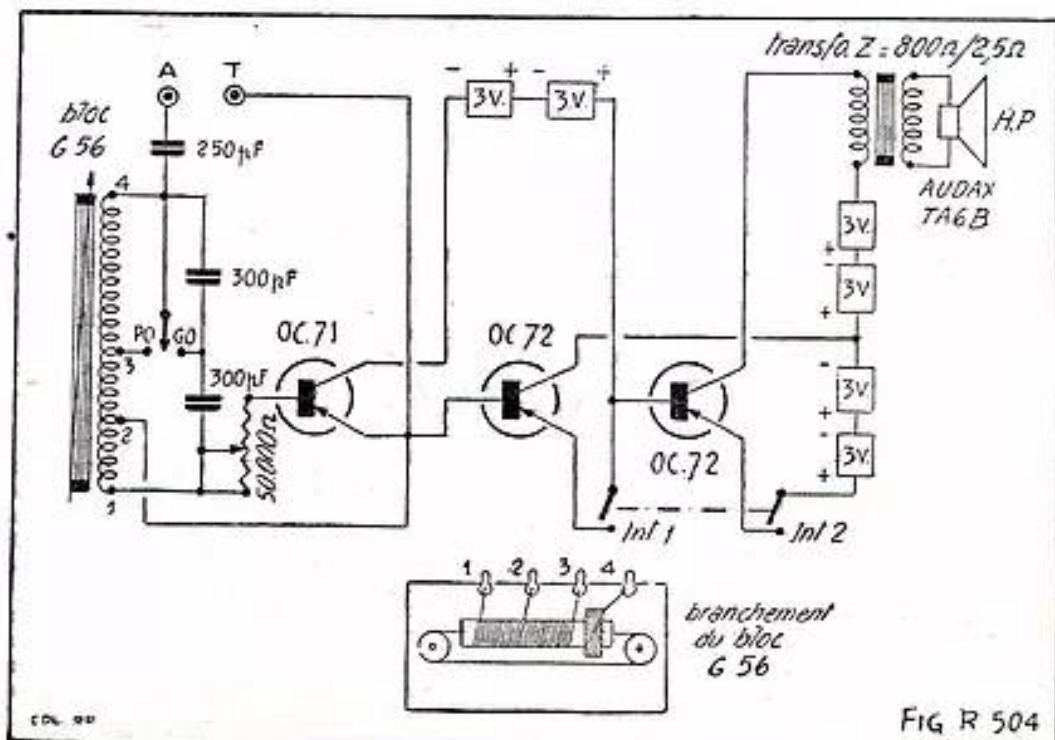

FIG R 504
R. 5.04-F. — M. B. MARTIN, à Grenoble voulait construire un petit récepteur permettant de recevoir les émetteurs locaux avec un morceau de fil de quelques mètres. Après avoir essayé divers montages, il s'est finalement arrêté au schéma donné sur la figure R 504. Notre lecteur estime ce montage très intéressant et nous le communiquons afin d'en faire bénéficier tous nos amis. Pour les commentaires accompagnant le schéma, nous laissons la parole à M. Martin :